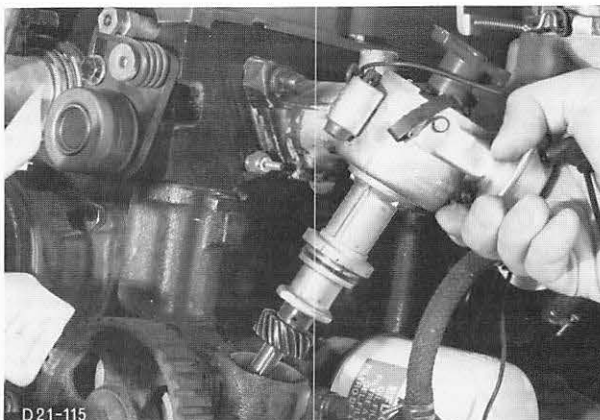

Abb. 319 Zündverteiler ausbauen
3. Verteilerkappe abnehmen und Zündverteiler ausbauen, Abb. 319. Schraube Zahnriemenrad-Nebenwelle heraus-schrauben.